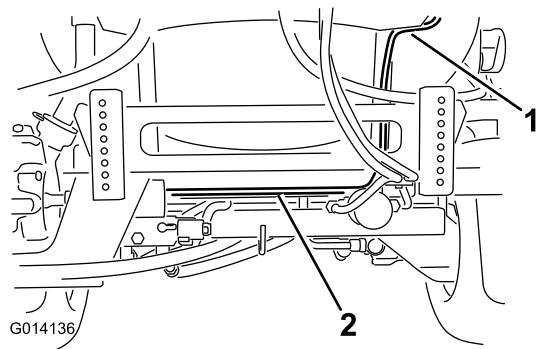

Figura 14
- Individuate il cablaggio elettrico proveniente dalla scatola di comando dell'avvolgitubo. Disponete l'estremità più lunga del cablaggio, dotata di morsetti ad anello e connettore per fusibile, sulla parte posteriore del telaio del veicolo, dietro alla staffa dell'attuatore della barra (Figura 14). Usate una fascetta di plastica per assicurare il cablaggio al telaio.